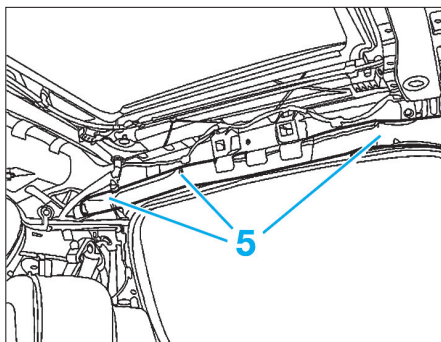

FIG. 12
- Couper les agrafes (5) de l'airbag latéral rideau (Fig.12).